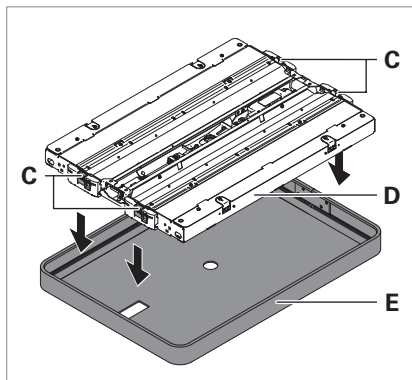

Fig. 7: Blendenrahmen montieren.
- ▶ Setzen Sie das Leuchtenchassis **D** von oben in den Blendenrahmen **E**, bis der Blendenrahmen in alle vier Rasthaken **C** eingerastet ist, siehe Fig. 7.